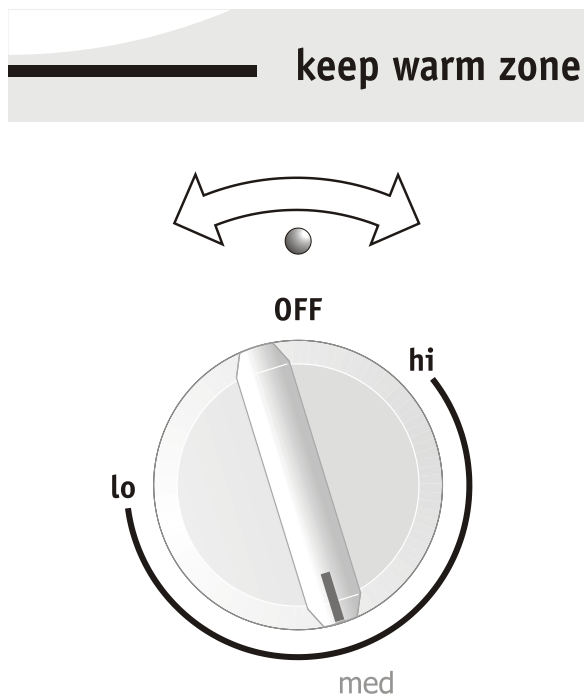

Fig. 1 (avec réglage approximatif illustré pour la température moyenne)
1. Poussez et tournez le bouton vers la gauche ou la droite (fig. 1). Les températures sont approximatives et sont identifiées par **HI** (élevé) et **LO** (bas). Cependant, la commande peut être réglée à n'importe quelle position entre **HI** (élevé) et **LO** (bas) pour obtenir différents niveaux de chauffage.